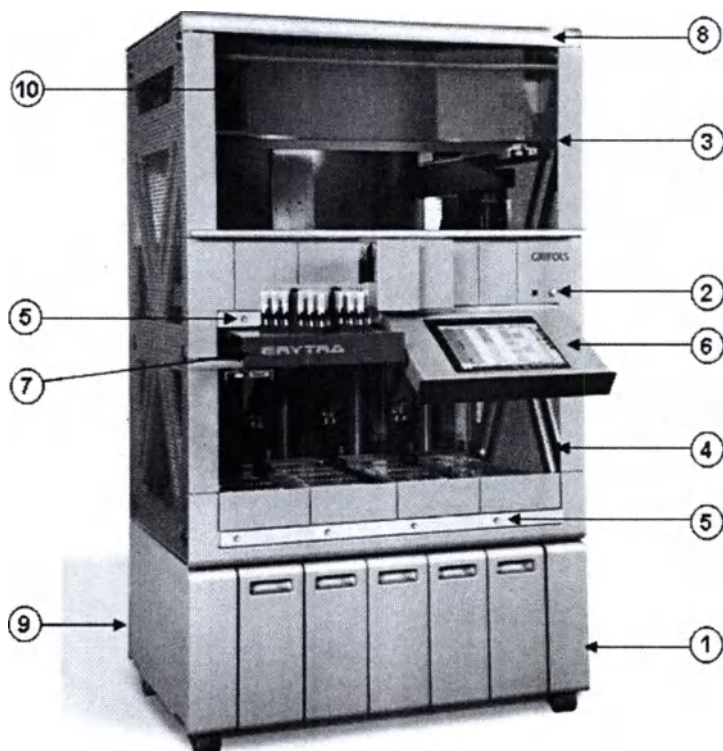

Рисунок 1: Внешний вид анализатора Erytra
Основной выключатель находится на задней стороне прибора справа (ссылка (1), рисунок 1) и регулирует подключение входной мощности электрической сети. Он может находиться в двух положениях:
Пусковая кнопка Старт находится на передней правой стороне анализатора (ссылка (2), рисунок 1) и отвечает за включение прибора анализатор Erytra. На ней расположен индикатор зеленого цвета, который показывает, включен или выключен прибор (ВКЛ\ВЫКЛ).
Анализатор Erytra оборудован верхней дверью (ссылка (3), рисунок 1), которую можно поднять вверх для обеспечения доступа ко всему рабочему пространству: верхнему манипулятору, станции разведения, выдвижным секциям для образцов и выдвижным секциям для реагентов. Эта дверь предназначена для проведения сервисного обслуживания, например, для очистки внутренней части анализатора.
Кроме того, в анализаторе Erytra предусмотрена отодвигаемая нижняя дверь (ссылка (4), рисунок 1), которая позволяет получить доступ к выдвижным секциям для подачи карт, центрифугам, инкубаторам и считывающему устройству. Она используется только для обслуживания, для её открытия необходимо снять защитный винт. Более подробная информация указана в разделе 16.2. “ОТКРЫТИЕ НИЖНЕЙ ДВЕРИ”.
Анализатор располагает так же кнопками (ссылка (5), рисунок 1), которые позволяют открывать напрямую соответствующие выдвижные секции для реагентов, образцов и для размещения карт, даже если анализатор запущен в работу.
Анализатор Erytra поставляется со встроенным компьютером и сенсорным экраном. Для получения доступа к экрану (ссылка (6), рисунок 1), необходимо коснуться его поверхности, чтобы разблокировать, и затем «вытянуть» его. Экран имеет функцию настройки и может быть адаптирован под требования каждого пользователя.
Комплектация анализатора Erytra включает так же рабочий стол (ссылка (7), рисунок 1), который помогает при загрузке и разгрузке анализатора. К столу можно получить доступ тем же самым путём, как и к сенсорному экрану.
Анализатор Erytra разработан для обеспечения ОПЕРАТОРУ мобильности при взаимодействии с прибором в любой момент. Как раз это обуславливает наличие в анализаторе различных выдвижных секций. Их можно открывать при помощи программы анализатора или нажатием кнопок, которые расположены под соответствующей секцией (ссылка (5), рисунок 1).